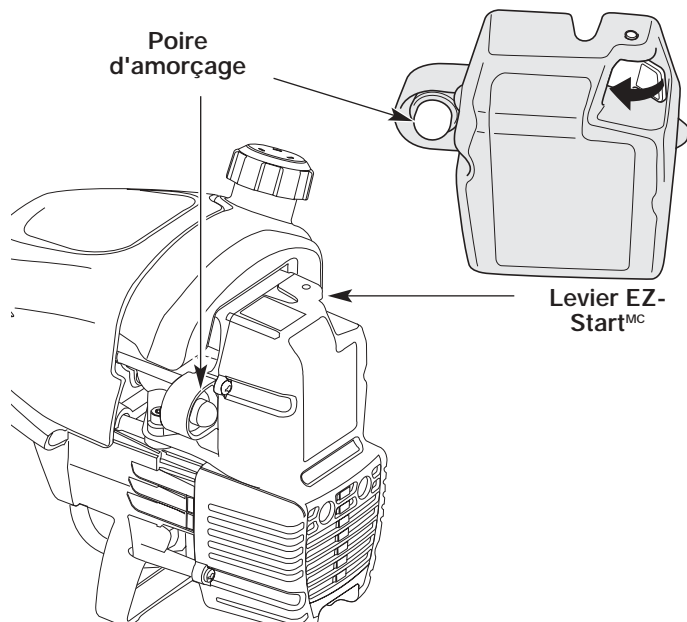

Fig. 7
3. Enfoncez complètement la poire d'amorçage et relâchez-la lentement 10 fois de suite. Vous devriez voir du carburant dans la poire (Fig. 7). Si vous ne voyez rien, appuyez jusqu'à ce que le carburant apparaisse.
4. Poussez le levier EZ-StartMC vers la gauche jusqu'à ce qu'il émette un déclic et se verrouille (Fig. 7).
6. Appuyez sur la manette des gaz pendant 5 à 10 secondes pour réchauffer le moteur. Le levier EZ-StartMC devrait se dégager automatiquement (Fig. 7).